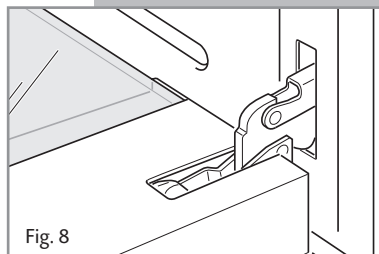

Fig. 8
- Fully open the oven door (fig. 8).